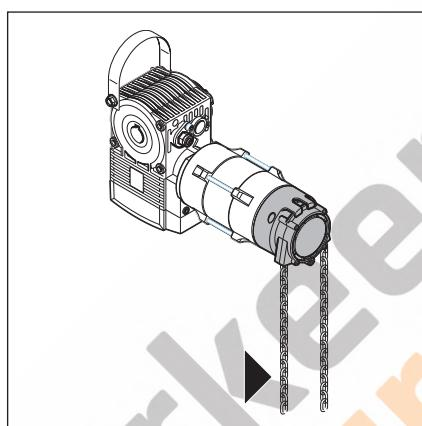

Abb. 8-5: Wellenantrieb mit Nothandkette
- c. Wellenantrieb mit Nothandkette (siehe Abb. 8-5): durch Ziehen der Handkette das Tor in die gewünschte Richtung bewegen.